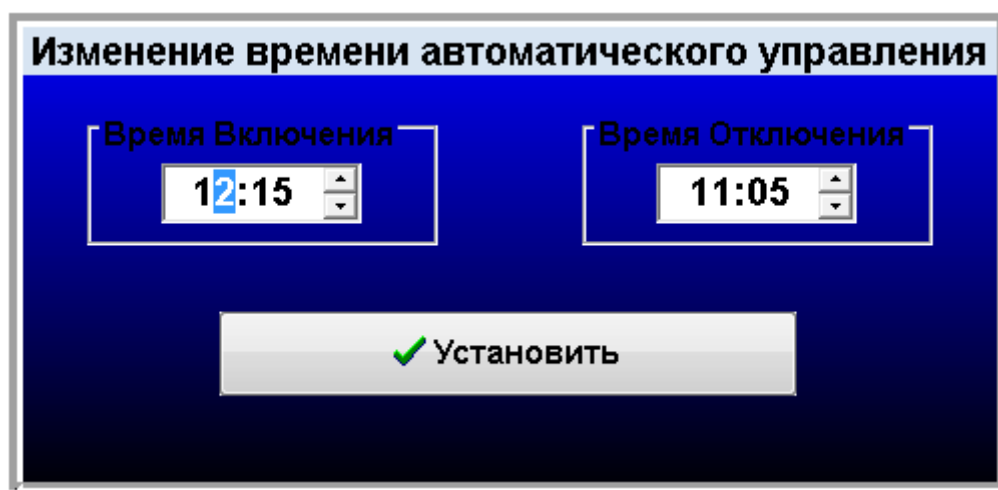

Рис.8. Панель изменения времени автоматического управления.
- **«Изменить время»** - вызывает панель изменения времени автоматического управления, представленную на рис.8.